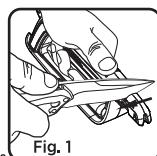

Fig. 1
1. Appuyez l'affûteur sur une surface plate et stable en le tenant dans votre main gauche. 2. Insérez la lame entièrement à la verticale dans la fente d'affûtage A en carbure et en forme de V sous un angle de 90 degrés par rapport à l'affûteur. Doucement et avec une légère pression, tirez la lame du couteau depuis le talon jusqu'à la pointe dans la direction indiquée par les flèches. (Voir la figure 1)